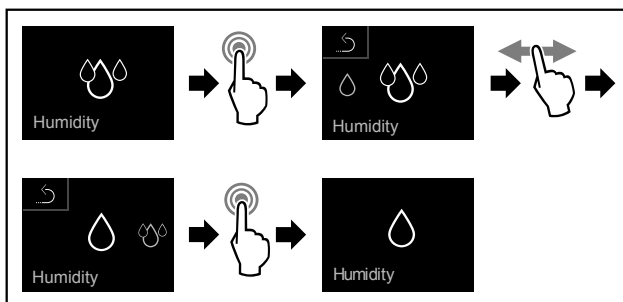

Fig. 70
- Eseguire i passaggi (vedere Fig. 70) .